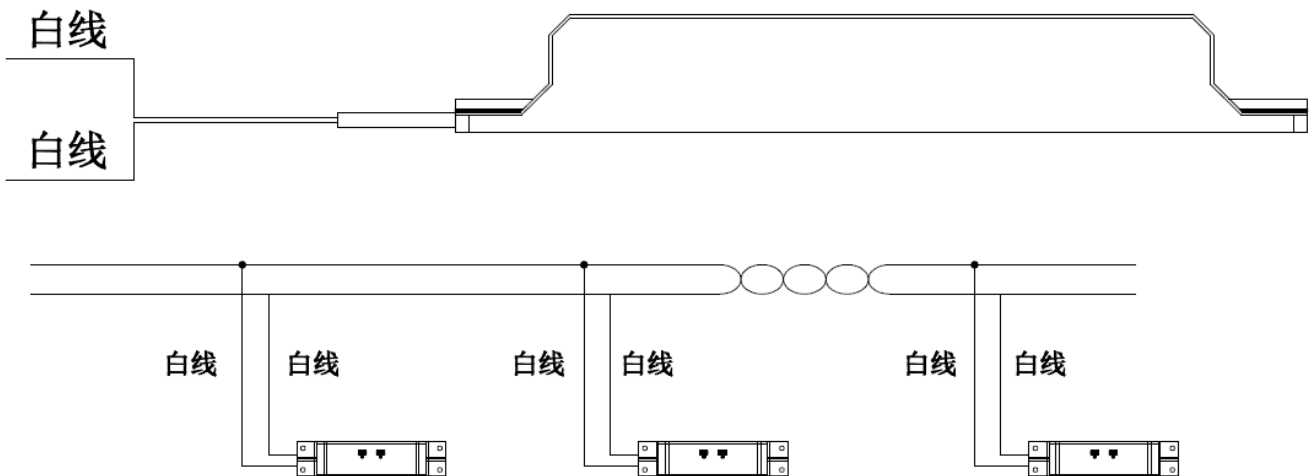

图 3
3、接线方式如图 3 所示，两根白色的线直接接入防火门监控器上的通讯二总线。